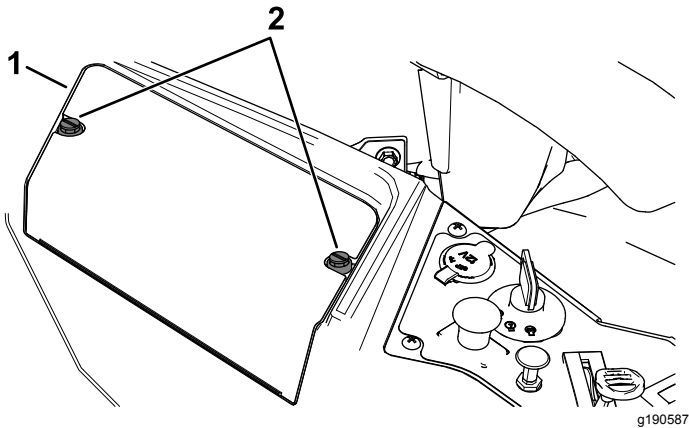

Figura 54
- Afloje las 2 fijaciones en la tapa de la batería 1/4 de vuelta en sentido antihorario y retire la tapa de la batería (Figura 54).
6. Instale la tapa de la batería presionando hacia abajo y apretando las 2 fijaciones en sentido horario (Figura 54).